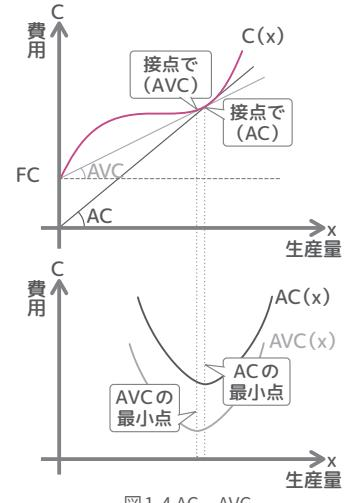

図1-4 AC、AVC
④式、⑤式より、 $AC(x)$ と $AVC(x)$ のグラフは図1-4の下のグラフのようにそれぞれ下に凸のグラフとして表せます。 $AC(x)$ が最小となるのは原点から $C(x)$ に引いた直線が $C(x)$ に接するとき、 $AVC(x)$ が最小となるのは切片から $C(x)$ に引いた直線が $C(x)$ に接するときです。そのため、下に凸のグラフはその点が最小点となります。